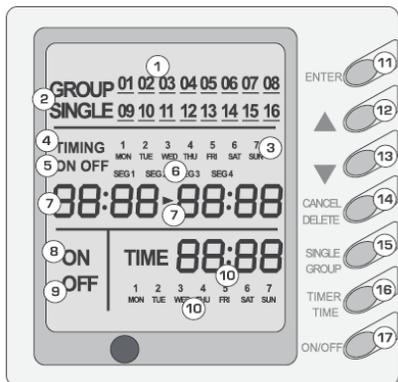

Рис. 6.1
**6.1** В качестве опции может использоваться пульт централизованного управления со встроенным недельным таймером модели ZJ4011A (Parts code 30204011), Рис. 6.1.
### Комментарии к Рис. 6.1